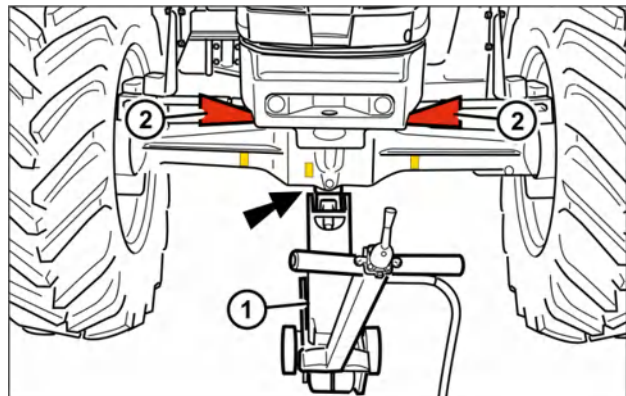

Рис. 2-12
Перед подъемом трактора заблокируйте его раскачивание, установив деревянные клинья на переднюю ось (рис. 2-12): трактор не должен раскачиваться. Клинья (2 — рис. 2-12) должны полностью блокировать поперечное раскачивание трактора.
Используйте домкраты (1) с подходящей грузоподъемностью, установите их по центру передней и задней осей (рис. 2-12 и 2-13), внимательно отслеживая распределение веса. [2.k]